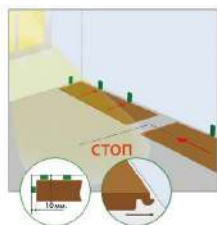

Рисунок 8
9. Начните укладку таким образом, чтобы свет из окна падал параллельно швам ламината. В случае перпендикулярного падения света швы от ламината будут видны более отчетливо (см. рис. 8). Укладка ламината начинается с формирования первого ряда из двух досок, при этом устанавливаются специальные распорные клинья, обеспечивающие зазор между ламинатом и стеной от 7 до 15 мм (см. рис. 8). Данные зазоры необходимы для того, чтобы ламинату после укладки стена не мешала расширяться и сужаться. Если Ваш ламинат встал «дыбом», то велика вероятность, что нарушено именно это правило. Ламинат укладывается замком на себя для облегчения защелкивания панелей.